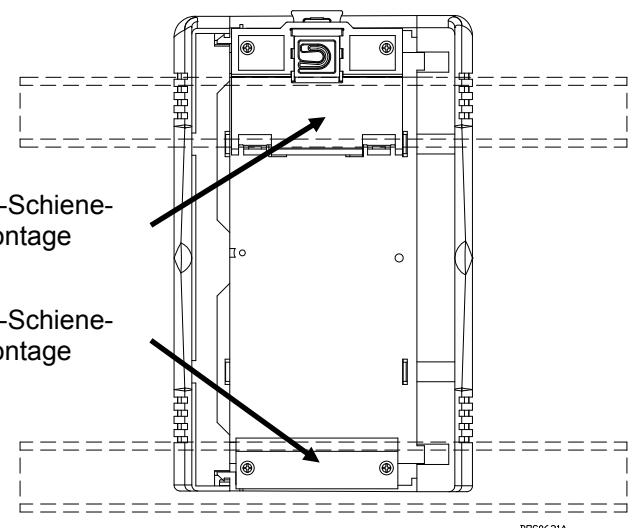

Abbildung 4. Rückseite der FFI
3. Das FFI-Gehäuse wird auf zwei DIN-Schienen mit 35 x 7,5 mm montiert. Siehe Abbildung 4.